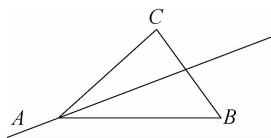

图 3-6 使用构造线二等分角
(1) 水平(H): 创建一条通过指定点的水平构造线。
(2) 垂直(V): 创建一条通过指定点的垂直构造线。
(3) 角度(A): 以指定的角度或参照某条已有的直线以一定的角度创建一条构造线。
(4) 二等分(B): 创建角的平分线。使用该选项创建的构造线平分指定的两条相交线之间的夹角,且通过该夹角的顶点。在绘制角平分线过程中,AutoCAD 系统将要求依次指定角的顶点、起点及端点。如图 3-6 所示,用构造线中二等分命令平分直线 AC 和直线 AB 组成的角。